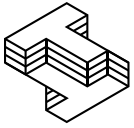

Figura 4:
- Lata estándar vacía de aluminio de 12 onzas (340.2 g) sin lengüeta (ver Figura 4)